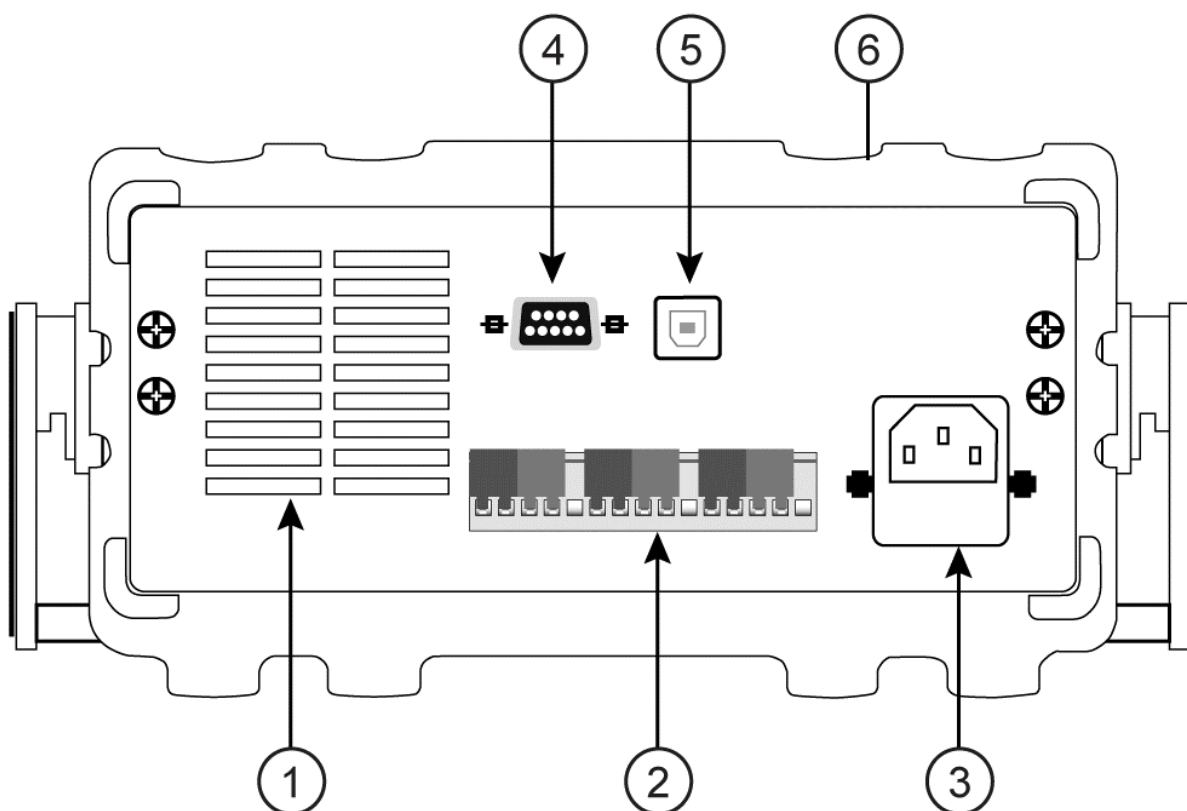

Figure 2 – Panneau arrière
- Trouvez la boîte à fusibles à côté du connecteur d'entrée CA sur le panneau arrière (voir figure 2).